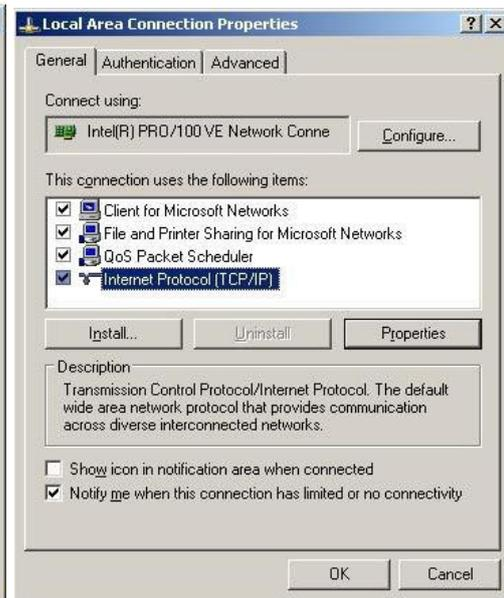

Bild 2
- ▶ Mit einem <Doppelklick> auf „Internetprotokoll“ (Bild 2) wird die Funktion aktiviert.